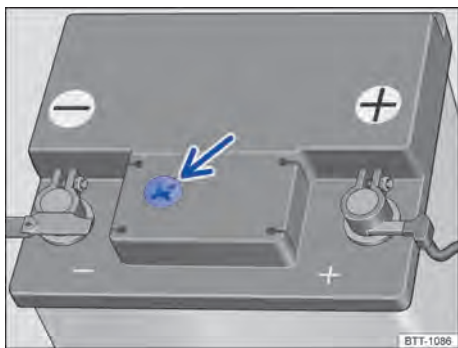

Fig. 193 No compartimento do motor: exemplo de posição do visor no lado superior da bateria do veículo.
- O visor redondo → Fig. 193 na parte superior da bateria do veículo muda de cor conforme o nível do eletrólito.